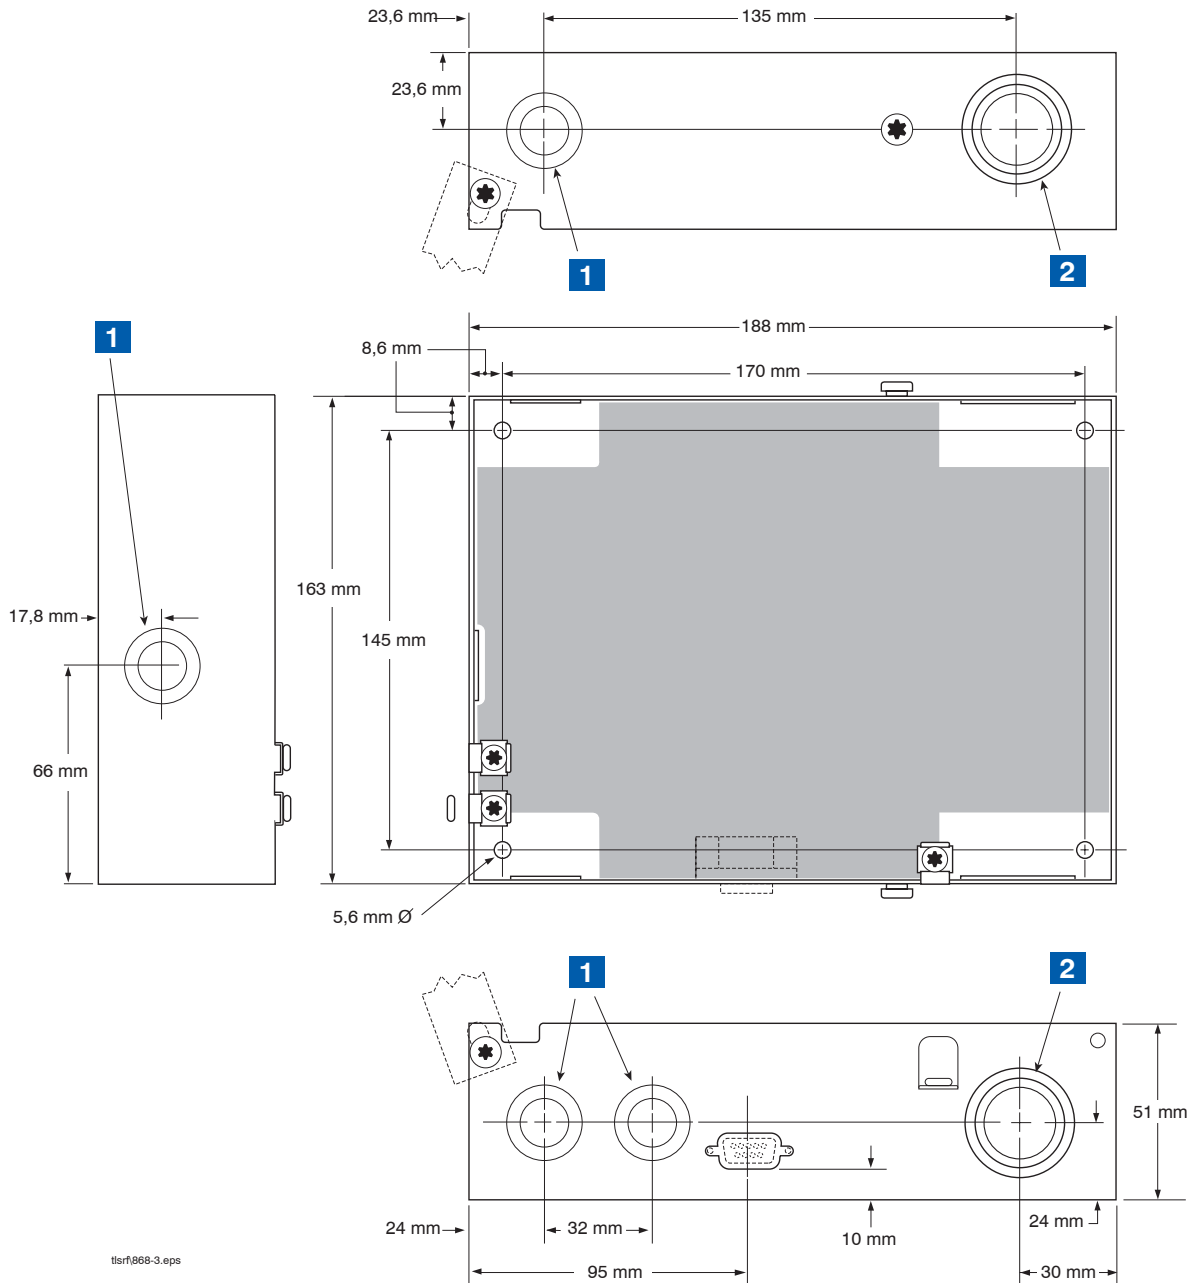
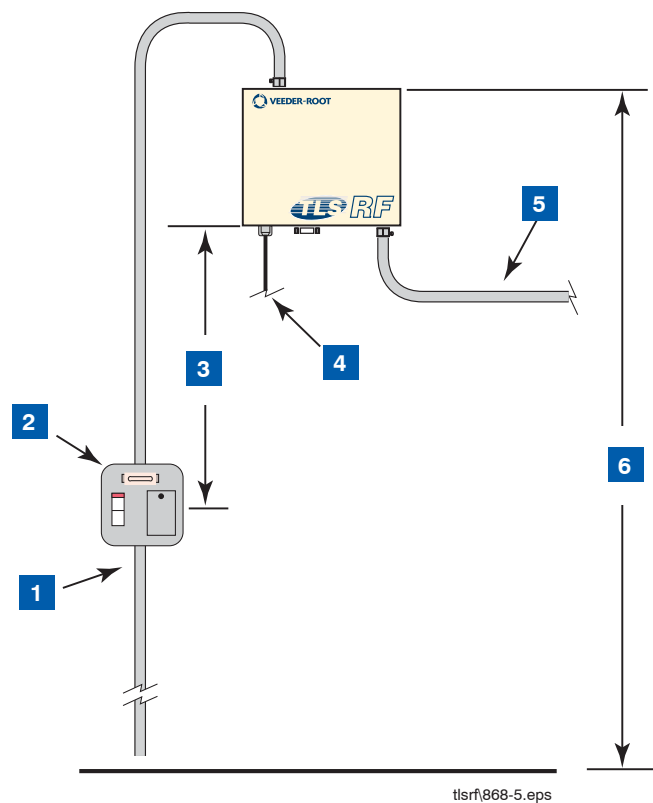

Abbildung 3. Abmessungen von TLS RF und Gehäuseausbrüche
Abbildung 5. Einbau des TLS RF
Abbildung 3 zeigt die Abmessungen des TLS RF.
Abbildung 5 zeigt die empfohlene Geräteinstallation. Installieren Sie das Gerätegehäuse gemäß des in Abbildung 3 gezeigten Lochabstandes von 170 x 145 mm. Es können Befestigungsschrauben von bis zu 4,7 mm Durchmesser verwendet werden.
LEGENDE FÜR NUMMERIERTE KÄSTCHEN IN ABBILDUNG 5
- Für die Details der Kabelausbrüche im TLS RF siehe Abbildung 3. Die Netzverdrahtung darf nur in einer dieser Leitungseinführungen eingeführt werden.